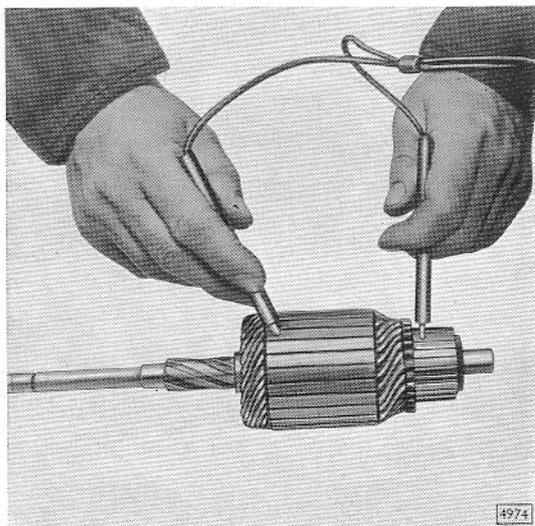

Bild D 73 - Anker auf Masseschluß prüfen
8. Anker mit Prüflampe auf Masseschluß prüfen. Eine Prüfspitze an eine Kollektorlamelle und andere Prüfspitze an Ankerblechpaket anhalten (Bild D 73). Prüflampe darf nicht aufleuchten. Anker mit Masseschluß ersetzen.